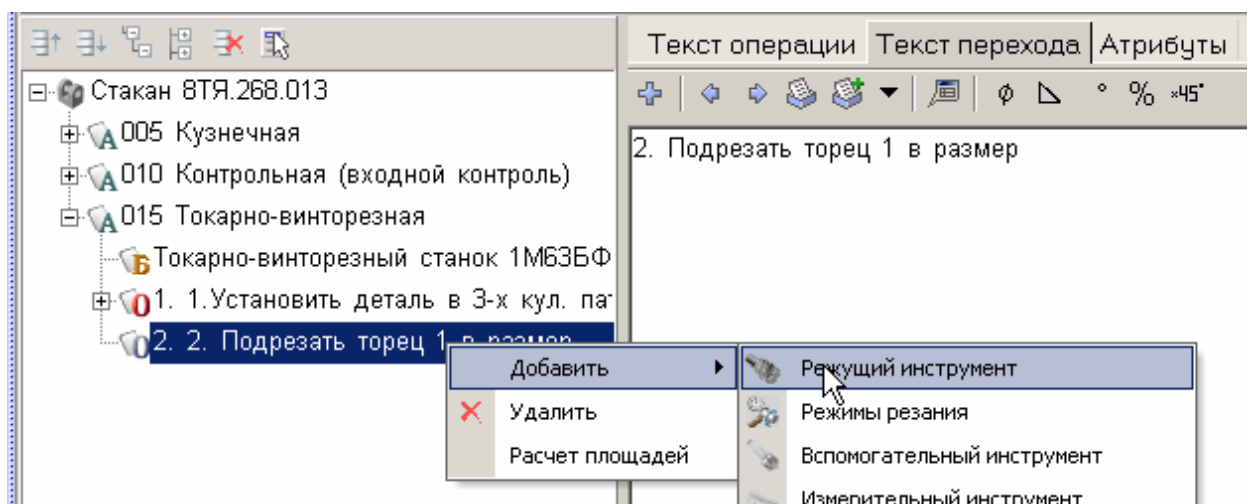

Рисунок 52 – Выбор добавления режущего инструмента
2.12.7 Вставка данных о технологической оснастке, вспомогательных материалах, средствах защиты и др. производится аналогично формированию операций и переходов. Так, например если нам необходимо для основного перехода указать режущий инструмент, то указываем нужный переход, вызываем контекстное меню и выбираем пункт Добавить – Режущий инструмент (рисунок 52).